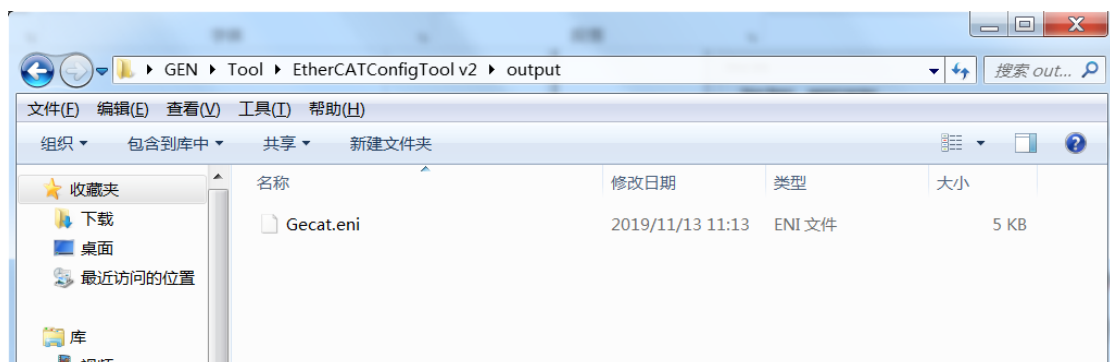

图13
3. 部署EtherCAT总线配置文件, 最后, 将 “... \EtherCATConfigTool v*\output\Gecat.eni” 文件拷贝到目标可执行程序目录中 例如, MotionStudio软件目录, 如图13